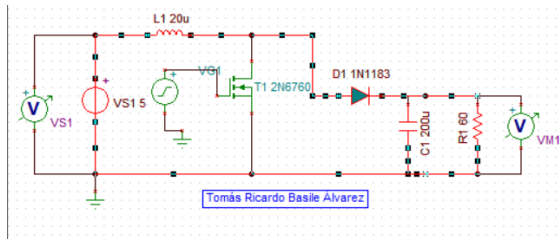

Figura 22: Convertidor Boost en la segunda etapa de funcionamiento
- Segunda Etapa: Cuando la señal cuadrada de voltaje  $V_{G1}$  se encuentra en el estado apagado, el MOSFET no recibe voltaje en su terminal Gate, por lo que actúa como un interruptor apagado. Esto implica que las puertas drain y source están desconectadas y no fluye corriente entre ellas. Por ello, en esta etapa las partes activas (por las que fluye corriente) en el circuito son las marcadas en rojo en la figura 22.